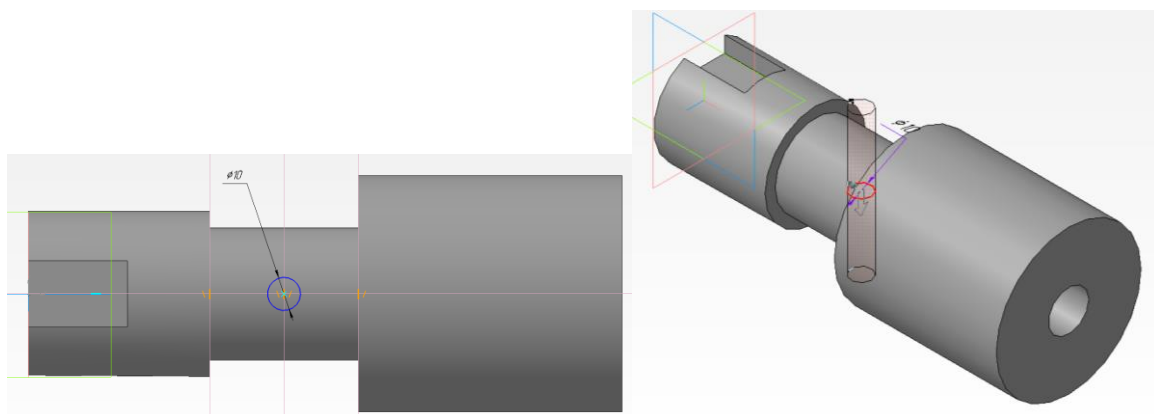

Рисунок 15.
9. Далее через  - **Редактирование детали**, выбираем  - **Вырезать выдавливанием**, задаем направление – **Два направления**, расстояние – **Через все**. После появления фантома - **Создать объект** (рисунок 15).